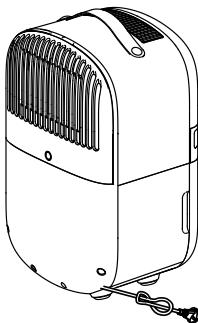
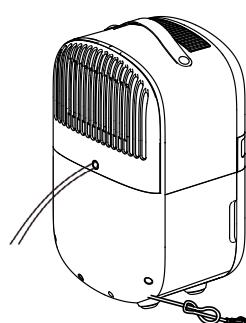

рис. 4
рис. 6
2. Від'єднайте шнур живлення від мережі. Забезпечте вільний доступ до задньої частини пристрою (рис. 4).
3. Виламайте пробку зливного отвору в кришці фільтра (6), зніміть кришку і вийміть гумову пробку зі зливного отвору.
4. Витягніть зливну трубку (12) через отвір у кришці і вставте її в зливний отвір під кришкою (рис. 6).